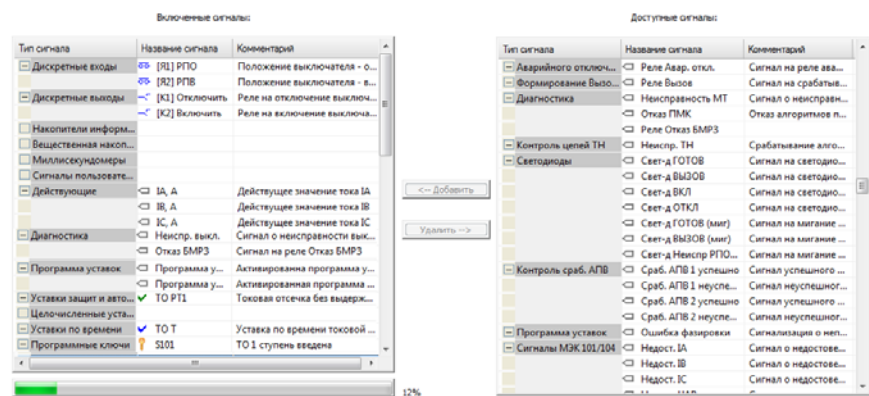

Рис. 31. Настройка записи сообщения
31. Добавить сигналы (рис. 31):